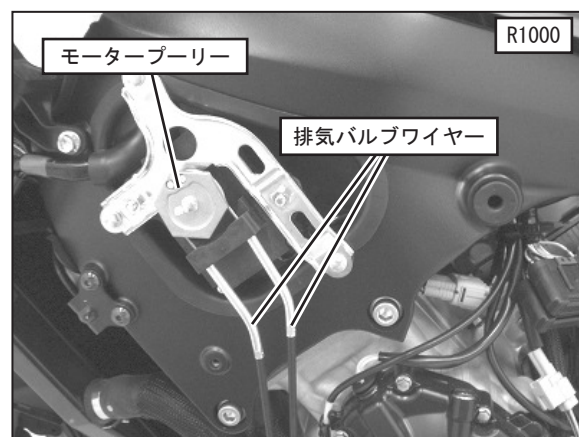

FIG. 1
3. GSX-R1000の場合は、車両のモーターユニットから排気バルブワイヤーを取り外して下さい。(FIG. 1 参照)
4. モーターユニットのモータープーリーが回らない様に注意しながらモータープーリーを留めるボルトを外し、モータープーリーをモーターユニットから取り外して下さい。(FIG. 1 参照)